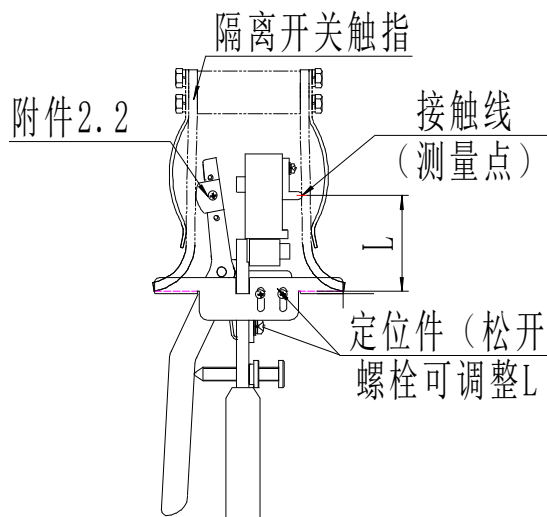

图 8 转入式触头隔离开关压力
4.2.4 图 8 是触头转入式隔离开关（GW4-40.5/126、GW5-40.5/126 等型号）触指压力测量示意图，为了测量准确和方便，可装配定位件 4，它能上下和前后定位。将测试头对准接触线后，调整固定定位件的螺
一、转入式隔离开关触指接触压力的测量（如 GW4、GW5 型隔离开关），按图 8、9 要求更换测量附件